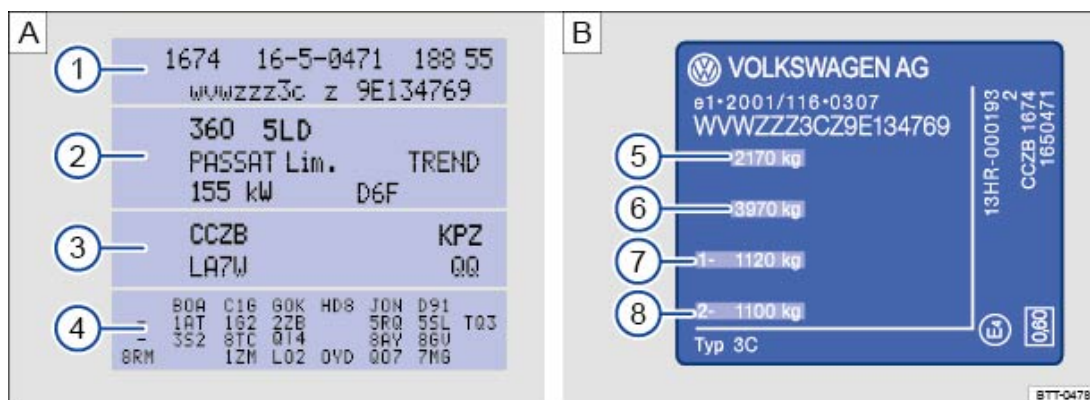

Fig. 215 : étiquette d'identification du véhicule (ici avec les lettres-repères moteur CCZB ③) : plaque du constructeur
L'étiquette d'identification du véhicule ⇒ Fig. 215 **A** se trouve sur la couverture de la Notice d'Utilisation et sur la paroi sous le revêtement arrière du coffre à bagages. Elle comporte les données suivantes :
- 3 Lettres-repères de moteur et de boîte de vitesses, référence peinture, code de garnitures intérieures. Dans l'exemple, les lettres-repères moteur sont CCZB ⇒ Fig. 215 **A**.
La plaque du constructeur ⇒ Fig. 215 **B** est visible au bas du montant de la porte du conducteur, après ouverture de la porte. Les véhicules destinés à certains pays d'exportation n'ont pas de plaque du constructeur.